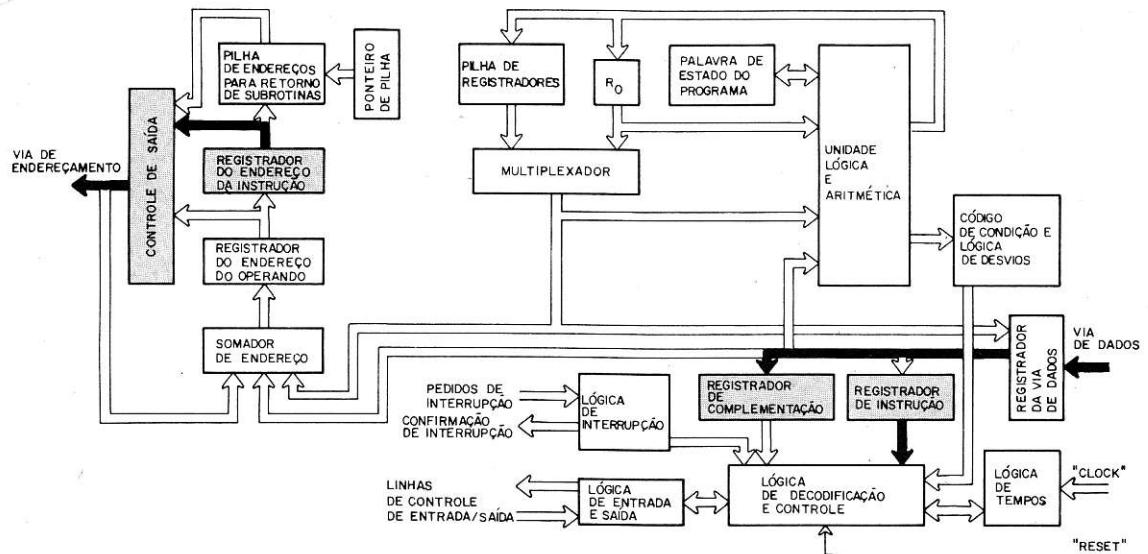

Figura 7
- O segundo byte da instrução, armazenado no endereço 1, chega ao micro-processador pela via de dados e é recebido pelo registrador de Complementação ("Holding-Register") — figura 7.